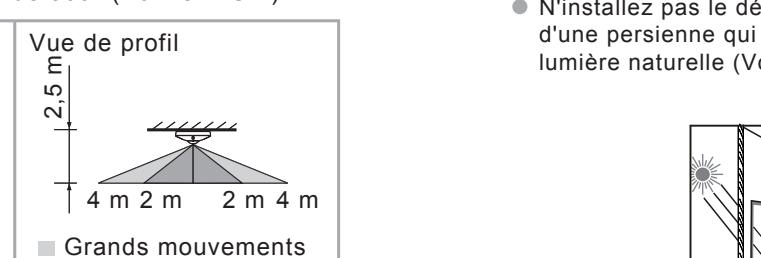

FIG.2
3.1.1 Les détecteurs peuvent être installés à une hauteur de 2-5 m, sachant qu'il est recommandé d'opter pour une hauteur de 2,5 m si l'on veut obtenir un diagramme de détection optimal. La portée de détection peut atteindre un diamètre de 8 m et un angle de détection de 360° (Voir la FIG.2).